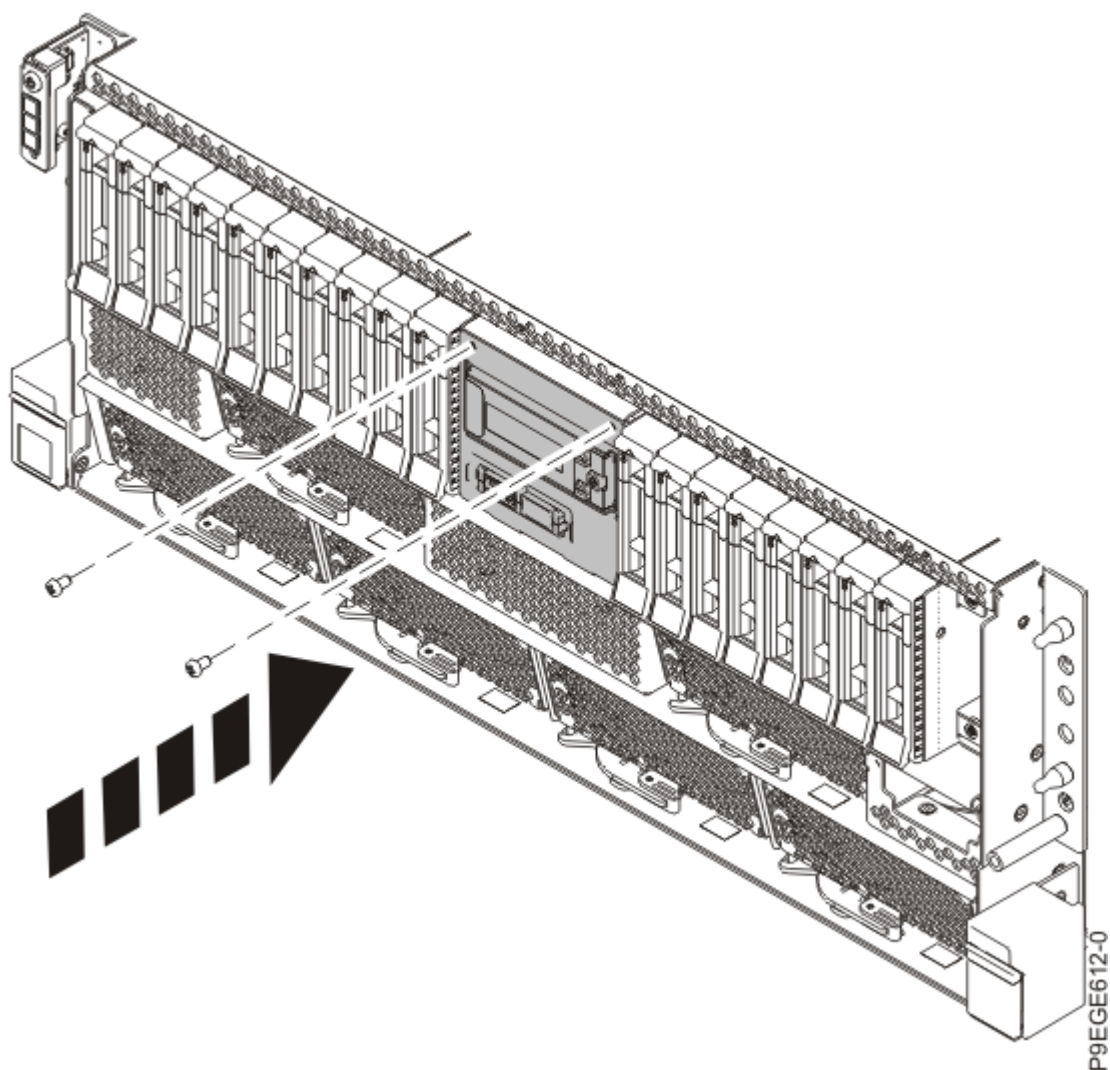

Figure 25. Remise en place des deux vis du support USB avant
5. Fixez le support USB avant avec deux vis, comme indiqué à la Figure 25, à la page 27.